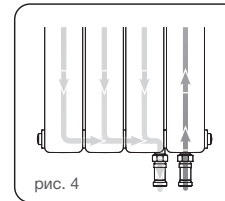

рис. 4
- 8.3. Радиатор подключается к трубопроводам с помощью узлов (кранов) нижнего подключения прямых или боковых G3/4" (рис. 4).